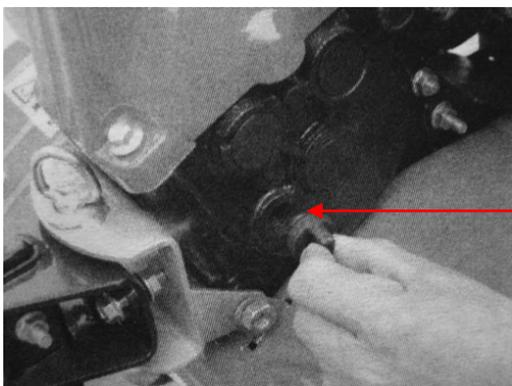

Abbildung 4
- Stellen Sie die Motorhacke horizontal auf und schrauben Sie den Ölmesstab heraus. (Siehe Abb.4).